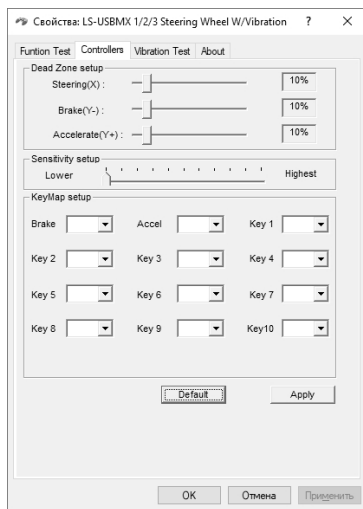

Рис. 8
• Выберите вкладку «Controllers» для настройки осей и клавиш (рис. 8). Настройка осей и клавиш (не поддерживается ОС Vista 64)
а) настройка Dead Zone setup («мертвой зоны»): манипулятор не будет реагировать на незначительное нажатие на педали газа (Accelerate Y+) и торможения (Brake Y-) и повороты руля (Steering X), поэтому нужно установить необходимые поправки (рис. 8);
- настройка Sensitivity setup (чувствительности): чем выше установлена чувствительность, тем быстрее и оперативнее будет реакция манипулятора на нажатие педалей и повороты руля, поэтому нужно установить необходимые установки – в пределах от Lower (низкого) до Highest (см. рис. 8);
- разделе KeyMap Setup можно перепрограммировать значение клавиш: для этого напротив обозначения клавиши необходимо выбрать нужное значение (см. рис. 8);